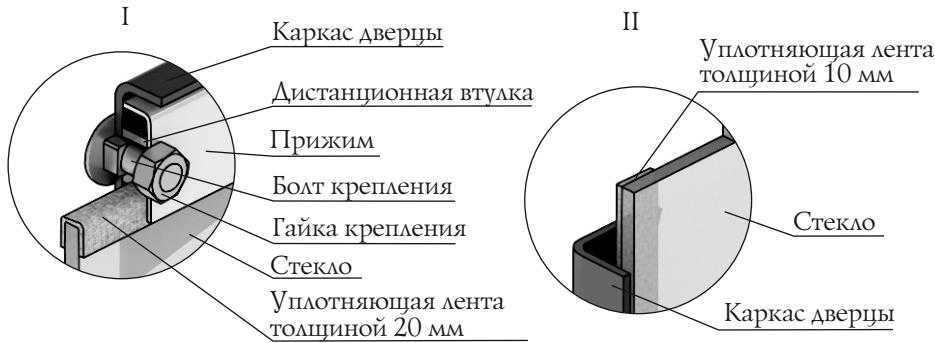

Рисунок 11. Крепление светорозрачного экрана (стекла) дверцы.
1. Открутите две гайки, фиксирующие верхний прижим (рисунок 11.I), и демонтируйте их и дистанционные втулки.
4. Возьмите новое стекло, если на нем нет уплотняющих лент, наклейте их: лента шириной 20 мм наклеивается сверху и снизу стекла «П»-образно (рисунок 11.I), лента шириной 10 мм наклеивается вертикально, вдоль боковых сторон стекла (рисунок 11.II).
5. Вставить стекло в нижний прижим, при этом лента наклеенная с боковых сторон (вертикальная) должна быть зажата между стеклом и каркасом дверцы (рисунок 11.II).